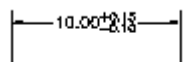

图 8-33 背离偏差
- Deviation 设置如图 8-33 所示的尺寸的背离偏差。